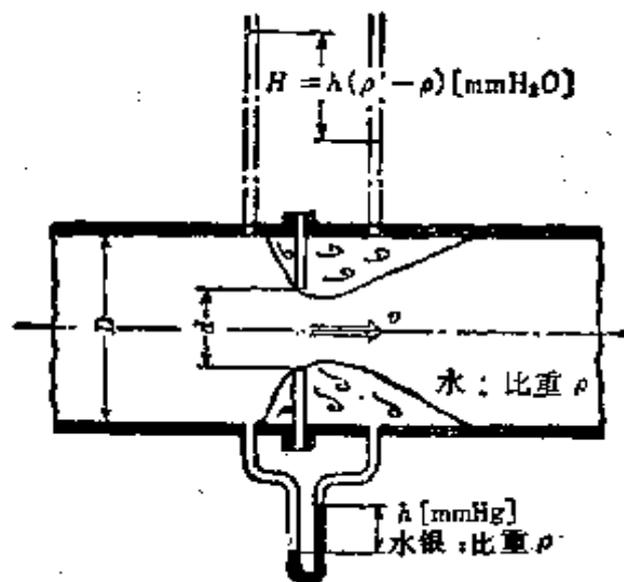

图5.12 管内孔板的原理
**【解说】** 如图5.12所示, 在流量待测处安装孔板, 利用孔板前后压差测定流量。
**【例题】** 如图5.12所示, 在管径  $D = 120 \text{ mm}$  的管路中安装直径为  $60 \text{ mm}$  的孔板, 已测出孔板前后压差为  $0.6 \text{ m}$ , 求流速、流量的大小。设  $C_v = 0.95$ ,  $C = 0.63$ 。